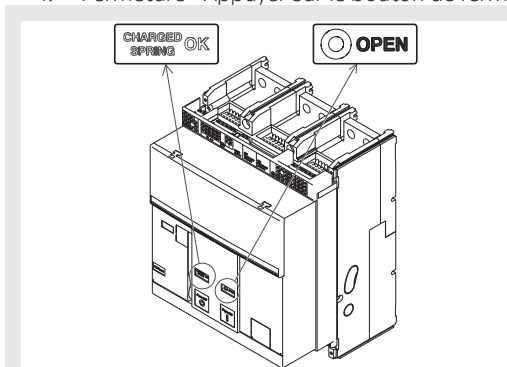

Figure 20
3. Contrôler que le disjoncteur soit ouvert (indicateur ouvert/fermé "O - OPEN"), et contrôler que les ressorts sont bandés (indicateur ressorts "jaune - CHARGED SPRING") comme indiqué dans la Figure 20.